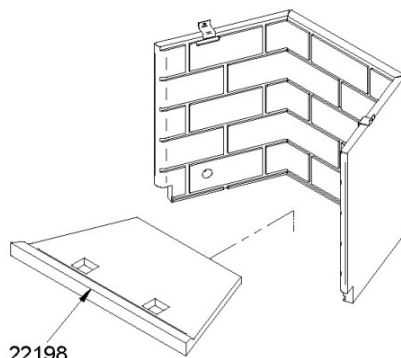

Figure 42.2
2. Enlevez le panneau réfractaire de plancher (22198). Figure 42.2